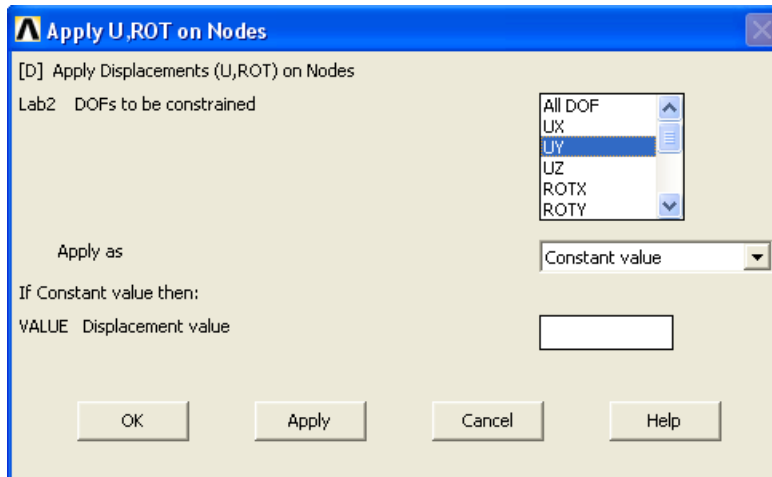

Рисунок 33. Вид второго окна *Apply U,ROT on Nodes*
- Далее необходимо в списке с меткой ***Lab2*** второго окна ***Apply U,ROT on Lines*** (Рисунок 33) выбрать с помощью «мыши» ***UY***, т.е. направление декартовой системы координат ***OY***, в котором необходимо ограничить перемещения. В поле с меткой ***VALUE*** вводим ***0***, либо оставляем пустым. Отсутствие перемещений на этой линии.